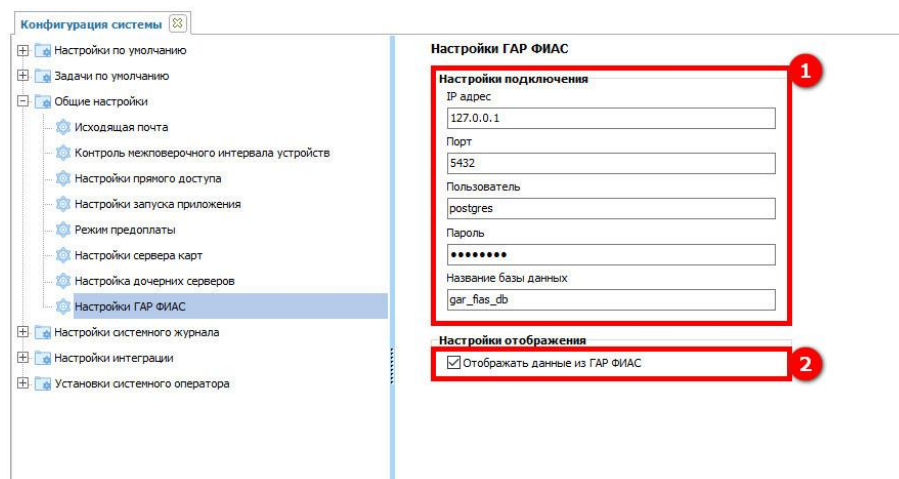

Рисунок 227 – Настройки ГАР ФИАС
Необходимо указать настройки подключения (1) (см. рисунок 227). Для отображения при заполнении адресов данных из государственного адресного реестра, необходимо поставить отметку в поле **Отображать данные из ГАР ФИАС** (2).